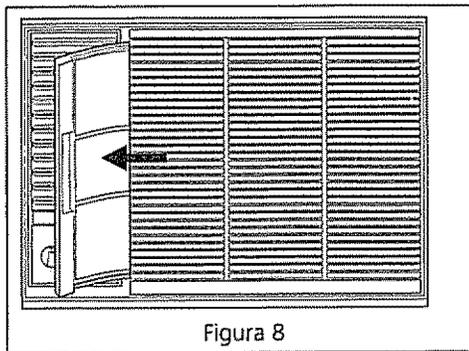

Figura 8
- Los modelos con rejillas de seis direcciones tienen un filtro deslizable. Tome la manija del filtro y tírelo del panel frontal (figura 8)